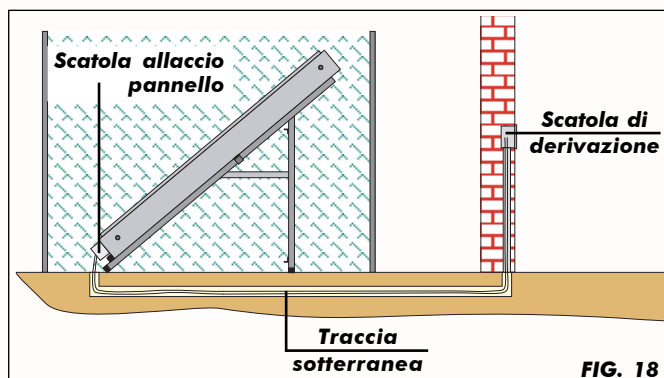

FIG. 18
- Controllare che vicino alla zona d'installazione ci sia una scatola di derivazione (**230V**) per alimentare i componenti elettrici del pannello solare; altrimenti scegliere il luogo più adatto e installarne una (fig. 18).